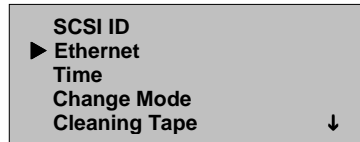

図23: [Ethernet]の選択
3. [Configuration]サブメニューで、[Ethernet]にスクロールします (図23を参照)。
3. [Configuration]サブメニューで、[Ethernet]にスクロールします（図23を参照）。